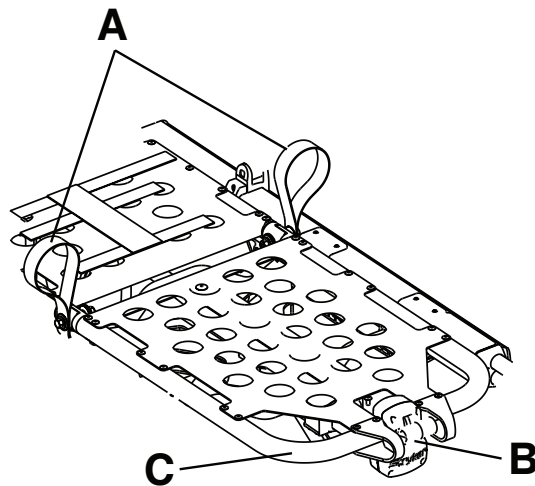

Figura 13 – Alzaganocchia
1. Sollevare una delle due cinghie rosse di sollevamento (A) fino a quando l'alzaganocchia non si trova nella posizione più alta (Figura 13).
Per abbassare l'alzaganocchia, sollevare una delle due cinghie rosse di sollevamento (A) per ridurre la pressione sul meccanismo di blocco. Tenendo la cinghia, spingere la maniglia rossa di sblocco del poggiatesta (B) fino a sganciare la staffa di supporto (Figura 13). Abbassare l'alzaganocchia fino a quando non raggiunge la posizione piana.
Per sollevare l'alzaganocchia in posizione anti-shock (Trendelenburg), sollevare il telaio del poggiatesta (C) il più in alto possibile fino a bloccarlo in posizione (Figura 13). La staffa di supporto si fissa automaticamente quando si rilascia il poggiatesta.
Per abbassare l'alzaganocchia in posizione anti-shock (Trendelenburg), sollevare il telaio del poggiatesta (C) e, tenendo il telaio, alzare la maniglia rossa di sblocco del poggiatesta (B) fino a quando la staffa di supporto non si sgancia dal telaio (Figura 13). Abbassare il poggiatesta fino a quando non raggiunge la posizione piana.